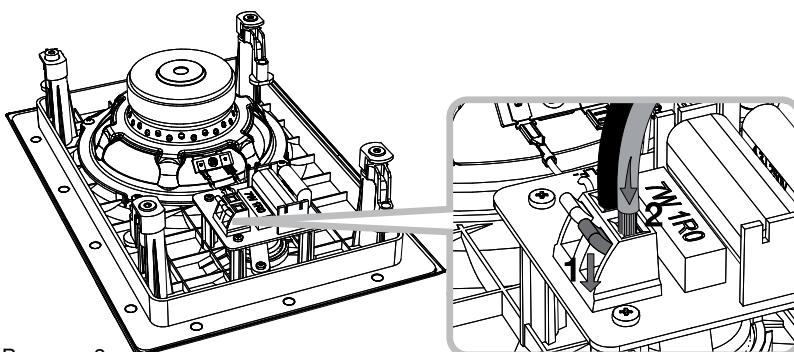

Рисунок 3
4.3 А теперь подсоедините колоночные кабели к пружинным разъемам на плате кроссовера. Убедитесь, что полярность подключения правильная: плюсовому разъему на усилителе должен быть соединен с красной клеммой на колонке. Аналогично, кабель, подсоединененный к минусовому разъему на усилителе, должен быть соединен с черной клеммой на АС. На Рис. 3 проиллюстрировано подсоединение кабелей.